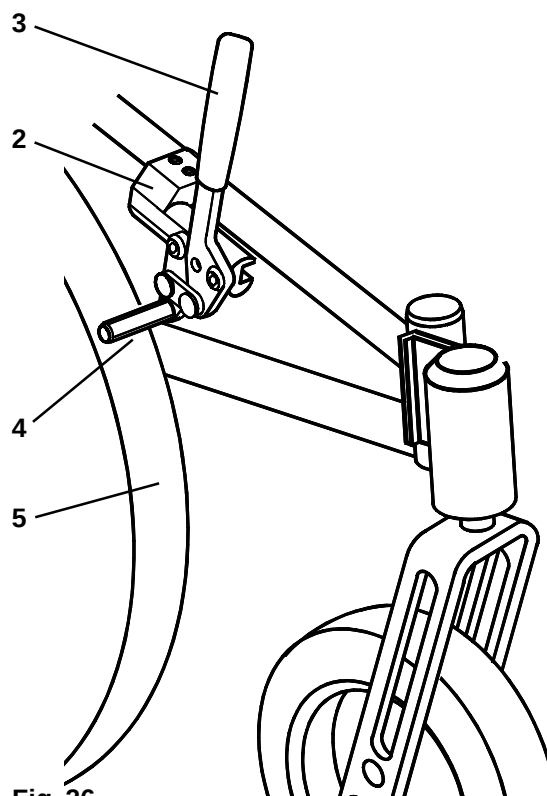

Fig. 26
Le verrou à roue (Fig. 26) est monté sur un système d'attache (2) et réglé correctement avant de quitter l'usine. Pour actionner le verrouillage de roue, poussez tout simplement le levier de fonctionnement (3) jusqu'à ce que vous sentiez qu'il dépasse son centre d'équilibre, et la barre (4) accroche le pneu (5).